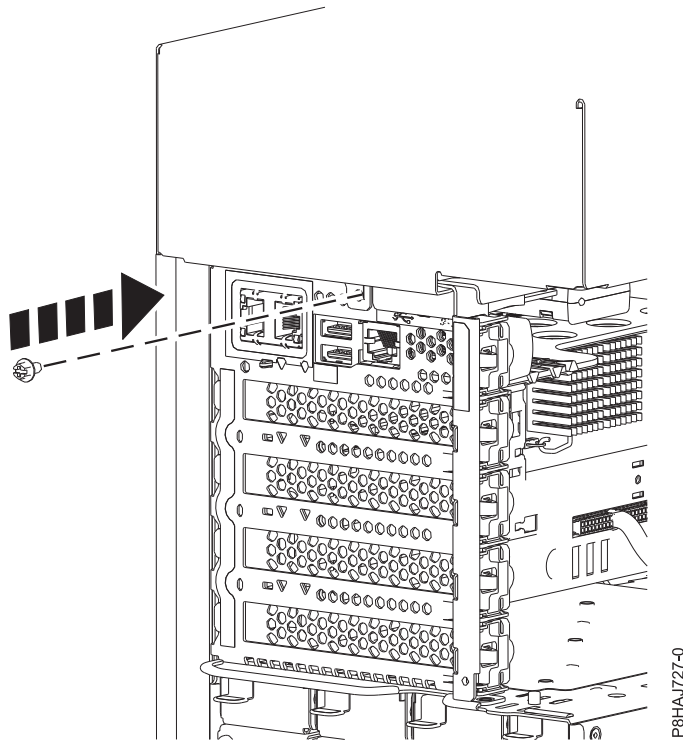

図 87. 8286-41A サイド・カバーねじの取り付け
5. プラスのねじ回しを使用して、サイド・カバー後部ねじを取り付けます (図 87 を参照)。